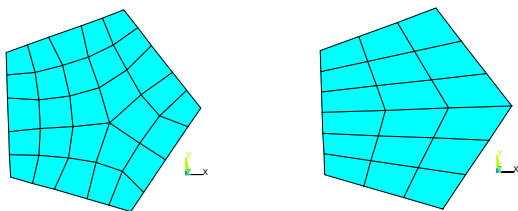

图 4-1 自由网格和映射网格示意图
(1) 定义单元属性。
(2) 定义网格生成控制（非必须，因为默认的网格生成控制对多数模型生成都是合适的。如果没有指定网格生成控制，程序会用 **DSIZE** 命令使用默认设置生成网格。当然，也可以手动控制生成质量更好的自由网格），**ANSYS** 程序提供了大量的网格生成控制，可按需要选择。
(3) 生成网格。在对模型进行网格划分之前，甚至在建立模型之前，要明确是采用自由网格还是采用映射网格来分析。自由网格对单元形状无限制，并且没有特定的准则。而映射网格则对包含的单元形状有限制，而且必须满足特定的规则。映射面网格只包含四边形或三角形单元，映射体网格只包含六面体单元。另外，映射网格具有规则的排列形状，如果想要这种网格类型，所生成的几何模型必须具有一系列相当规则的体或面。自由网格和映射网格示意图如图 4-1 所示。